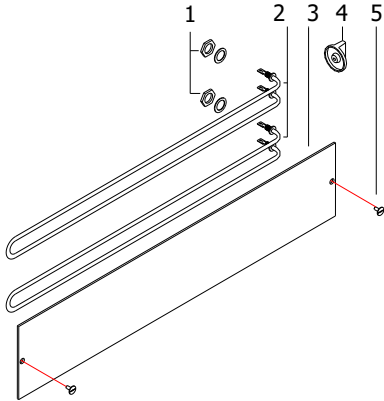

Fig. 12
- Tirer les commandes (4) (voir Fig. 12) des interrupteurs vers l'extérieur. Retirez le panneau de contrôle en supprimant totalement les vis qui le maintiennent en place. Retirez les vis du panneau arrière et tirez-le vers la gauche pour l'enlever
- Enlever le verre vitro (3) dévissant les écrous (5) de face avant.
- Retirer les écrous (1) de l'élément (2) et le retirer de son compartiment.